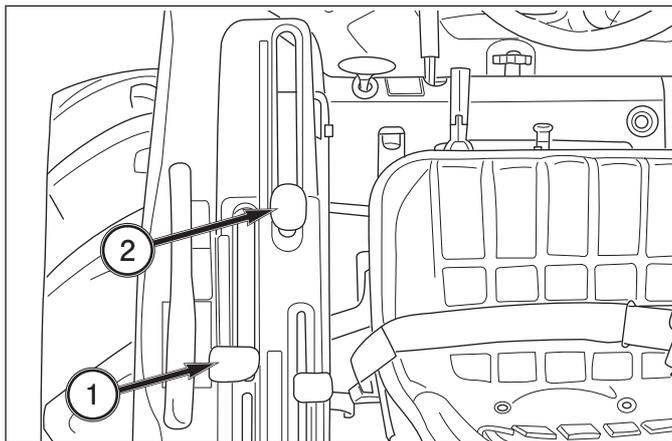

FIG. 4-17
**FIG. 4-17:** Le levier de plage 1 et le bouton de changement de vitesse 2 se trouvent tous deux à gauche du siège du conducteur. Le levier de sélection de plage procure trois changements de vitesse de déplacement importants 1. Le levier de vitesse comprend trois vitesses de marche avant et une marche arrière 2. Cette sélection de rapports procure de petits changements de vitesse de déplacement. Au total, vous disposez de neuf rapports de marche avant et de trois rapports de marche arrière.